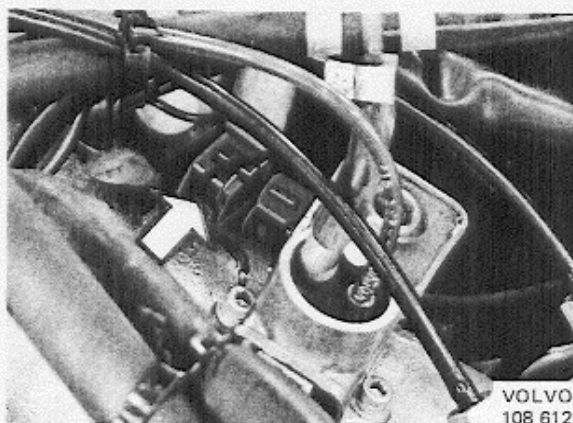

Abb. 1-13 Anschluß des Kontaktsteckers, Steuerdruckregler
19. Leitungsstecker am Steuerdruckregler anschließen, siehe Abb. 1-13. Nach 3 Minuten soll der Steuerdruck auf $3,7 \pm 0,2$ atü angezogen sein